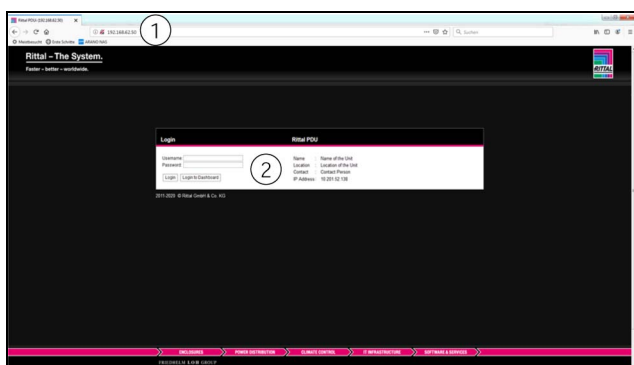

Imagen 17: Ventana de registro para realizar el registro en el equipo
- Introduzca en el navegador la dirección de red que se muestra. En el ejemplo <http://10.201.52.138> (cf. imagen 17, pos. 1). Se mostrará la ventana de registro.
- Regístrese como usuario «admin» con la clave «admin» (cf. imagen 17, pos. 2)
- Introduzca en el navegador la dirección **http://192.168.0.200** (imagen 17, pos. 1). Se mostrará la ventana de registro.
- Regístrese como usuario **admin** con la clave **admin** (imagen 17, pos. 2).